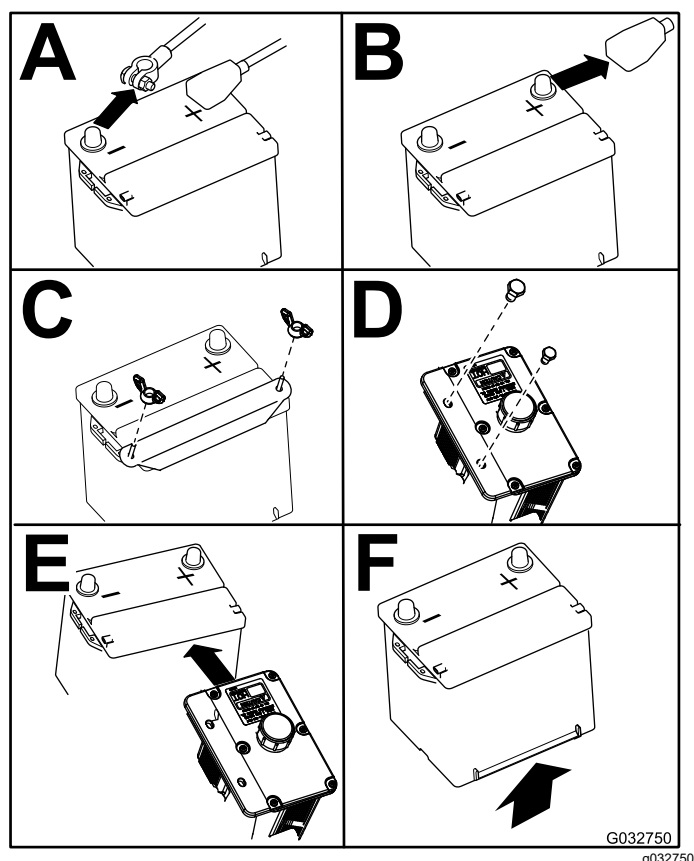

Figura 42
4. Rimuovete la batteria come illustrato nella Figura 42.